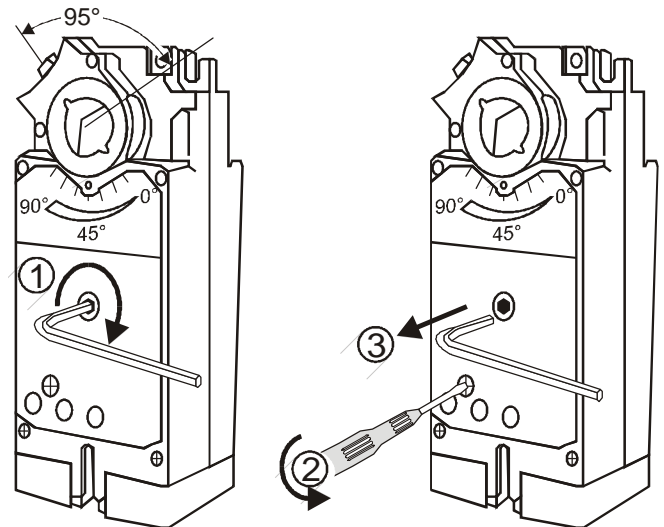

Рис. 3. Ручное позиционирование
2. Вставьте прилагаемый шестигранный гаечный ключ (далее называемый ключом), как показано на Рис. 3.